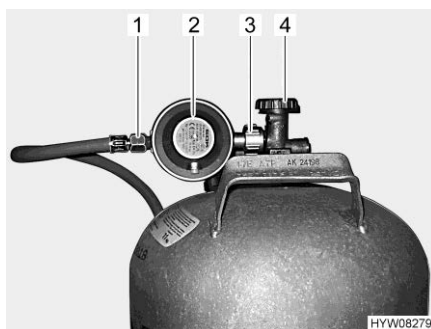

Fig. 118 Raccordo bombola del gas
- Chiudere la valvola principale di arresto (Fig. 118,4) della bombola del gas. Osservare la direzione della freccia.
- Tenere fermo il regolatore di pressione del gas (Fig. 118,2) e aprire il dado zigrinato (Fig. 118,3) (generalmente filettatura sinistra).
- Rimuovere il regolatore di pressione del gas con il tubo del gas (Fig. 118,1).
- Collocare il regolatore di pressione del gas (Fig. 118,2) con il tubo del gas (Fig. 118,1) sulla bombola del gas e serrare il dado zigrinato (Fig. 118,3) (generalmente filettatura sinistra). **Non** tirare con molta forza.